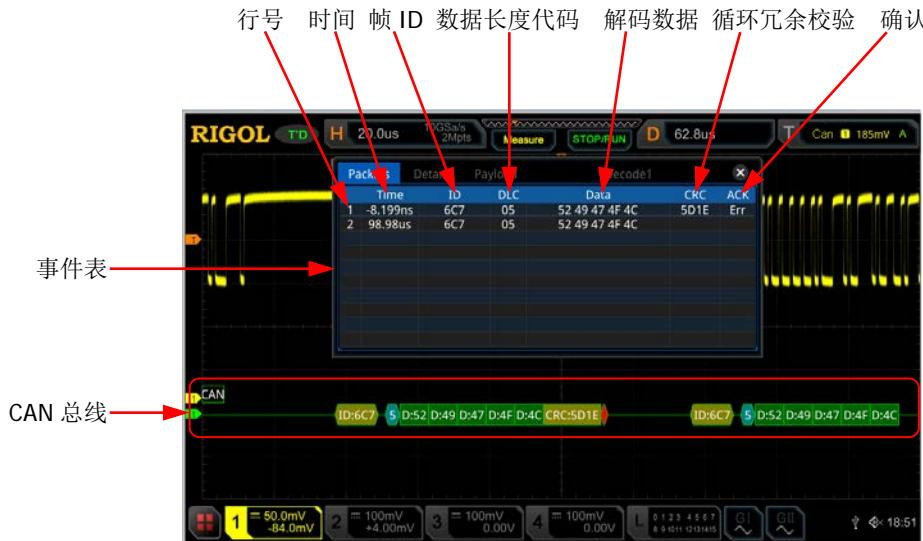

图 11-11 CAN 解码事件表
- 打开或关闭事件表：连续按 **事件表** 键，打开或关闭事件表显示。打开事件表，屏幕弹出如图 11-11 所示的事件表。您也可以用触摸屏功能触摸事件表右上方的图标 关闭事件表功能。另外，当运行状态为“STOP”时，您还可以旋转多功能旋钮 选择指定行并查看相应的解码信息。